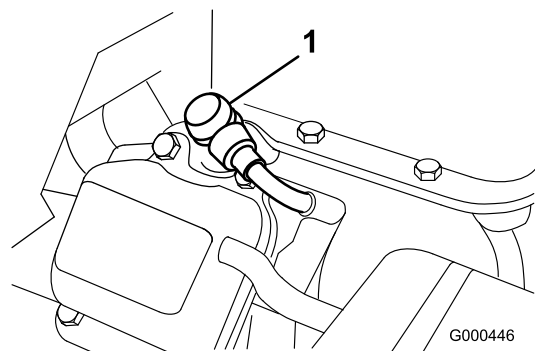

Bild 26
1. Ziehen Sie den eingegossenen Zündkerzenstecker ab (Bild 26).